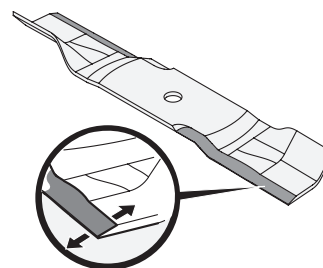

Fig. 46
- Pour affûter correctement les lames de coupe, enlevez des quantités égales de métal des deux extrémités des lames le long des bords de coupe, parallèlement au bord de fuite, à un angle de 25° à 30°. Il faut toujours affûter chaque bord de lame de la même manière pour maintenir l'équilibre de la lame (Fig. 46).